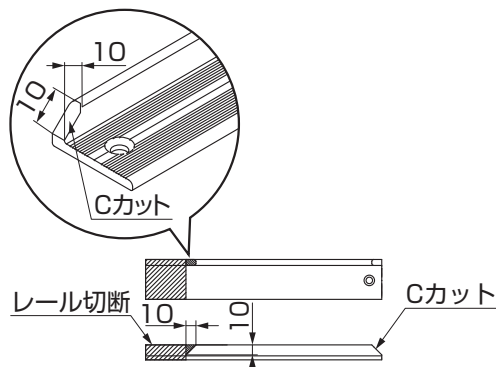
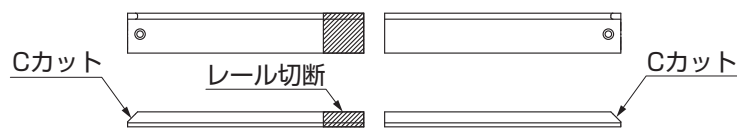
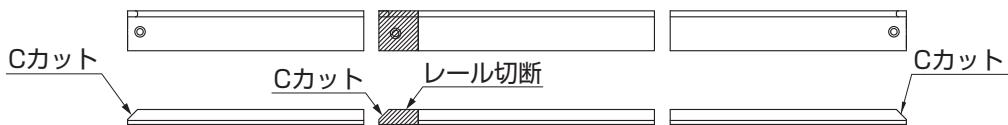

図10-7 レールにつなぎ目が無い場合
図10-8 レールを2本つなぎにする場合
図10-9 レールを3本つなぎにする場合
- ② 切断するサイドレールがどのタイプか図10-7、図10-8、図10-9で選択してください。
- ③ 表10-2、表10-3、表10-4の切断寸法を参考にサイドレールを切断してください。
- サイドレールにつなぎ目がない場合、Cカットが無い側を切断し、切断部側に現場でCカットの加工をしてください。(図10-7参照)
- レールを2本つなぎにする場合Cカットが無い側を切断し、Cカットが無い側どうしを合わせてください。(図10-8参照)
- レールを3本つなぎにする場合Cカットが有る側を切断し、そのレールを中央にし、Cカットが両端にくるようにし、3本を合わせてください。(図10-9参照)
- サイドレールはCカットが両端になるようにしてください。(図10-7、図10-8、図10-9参照)